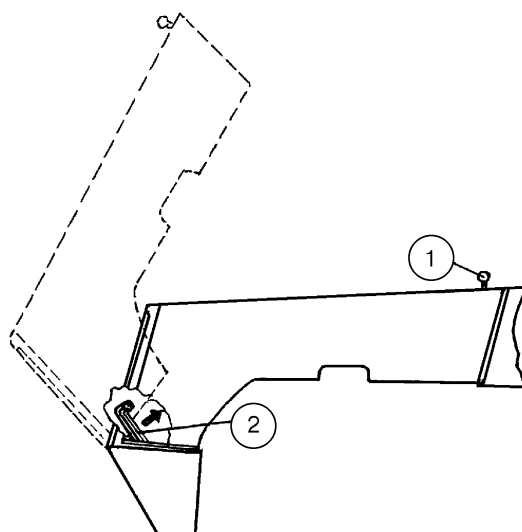

Рис.69
- передвиньте вправо (по ходу трактора) рукоятку 1 защелки капота, поднимите капот и установите его на фиксатор (рис.69);